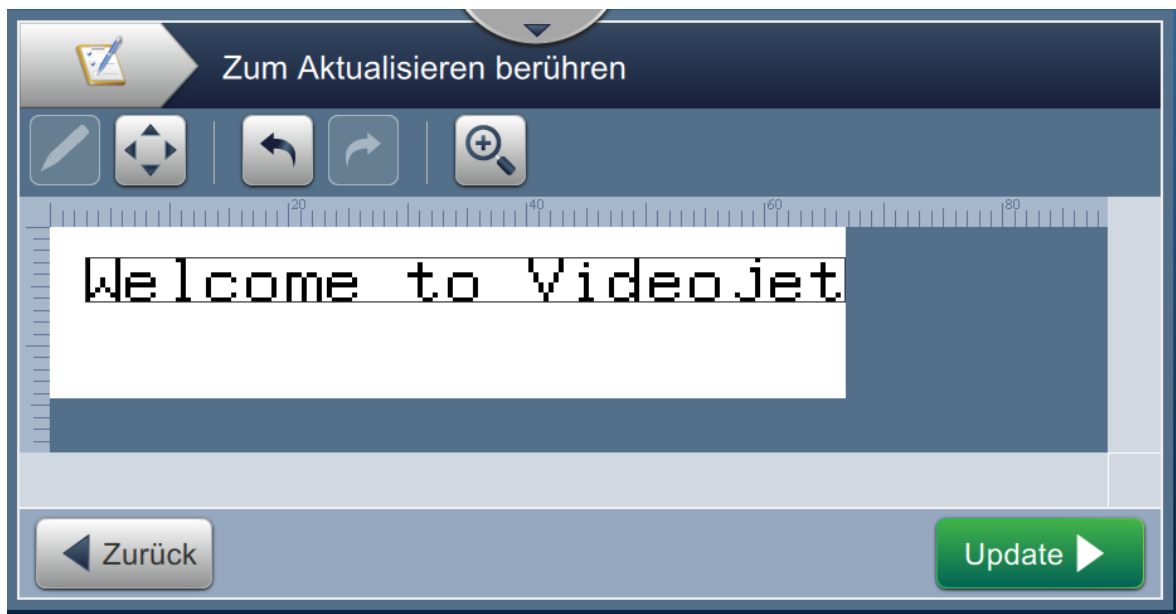

Abbildung 5-14: Auftrags-Editor
3. Um ein Feld mit Benutzeraufforderung zu bearbeiten, berühren Sie die Schaltfläche  (siehe Abbildung 5-14).
5. Um die Position des Feldes zu verschieben, berühren Sie das Feld und anschließend die Schaltfläche  (siehe Abbildung 5-14).